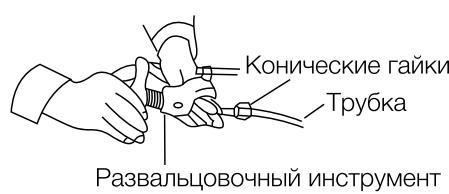

Рис. 3
- С помощью инструмента сделайте разバルцовку в конце медной трубы (Рис. 3).